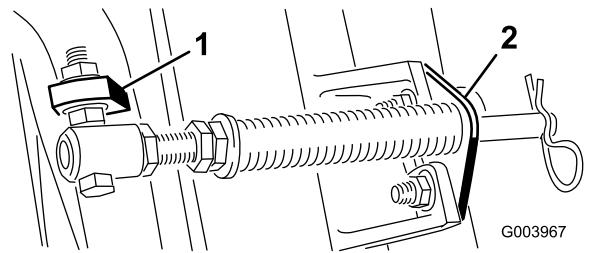
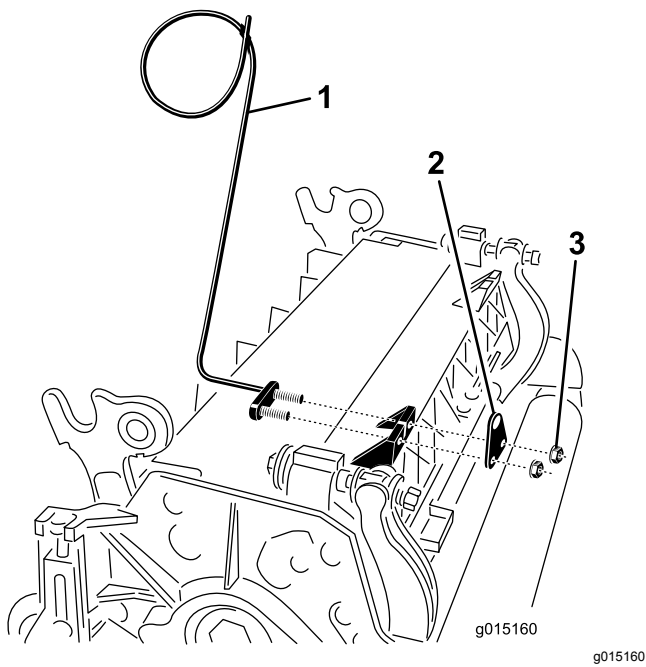

図11
図 13
注 ボルトは、図11に示すように、頭部が外側にくるように取り付ける。
- E. カッティングユニットのタブにロッドブラケットを取り付け、キャリッジボルト2本とナットで固定する(図11)。ロッドブラケットの取り付けを行うときに、カッティングユニットのタブの前に、左ホースガイドを取り付ける(図13)。